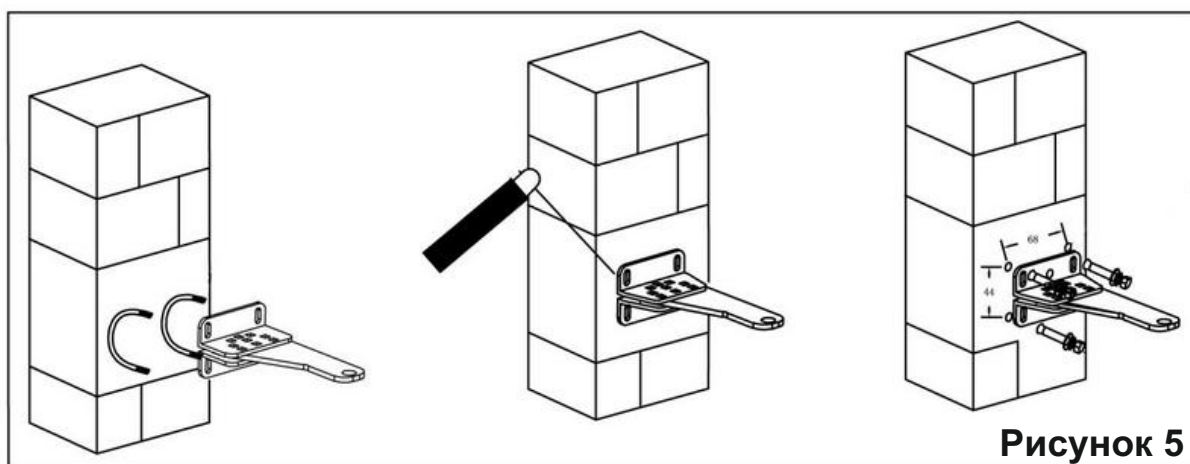

Рисунок 5
5.1 Установка анкеров в просверлённые отверстия. (Рисунок 5, с права).
5.2 Закладная и сварка. (Рисунок 5, по середине)
5.3 Установка на U болты. (Рисунок 5, с лева)